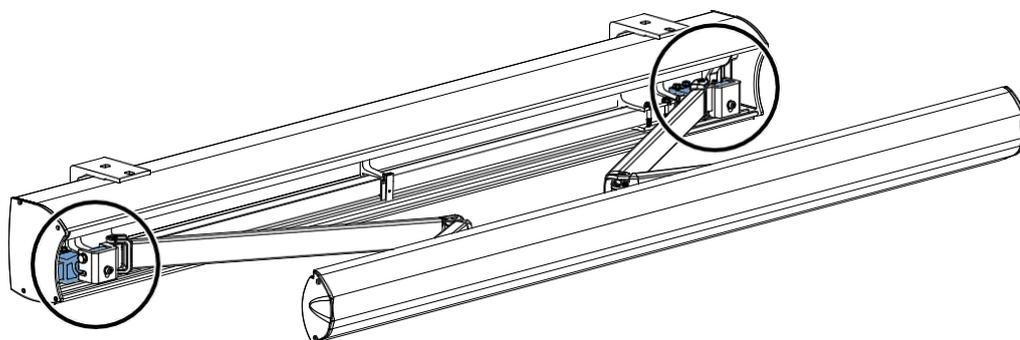

fig. 5.1 Emplacement des raccords des bras
1. Déroulez complètement la bannière solaire. Les raccords des bras se trouvent à gauche et à droite, à l'extrémité des bras escamotables (du côté du caisson). Voir figure 5.1